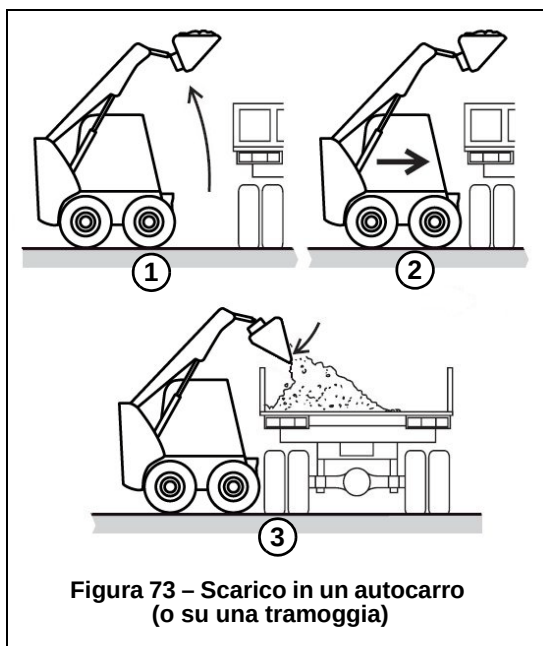

Figura 73 – Scarico in un autocarro (o su una tramoggia)
1. (Figura 73) Avvicinarsi all'autocarro e arrestarsi, lasciando lo spazio per sollevare il braccio di sollevamento e la benna carica; quindi sollevare la benna finché la sua parte inferiore non superi il pianale dell'autocarro.